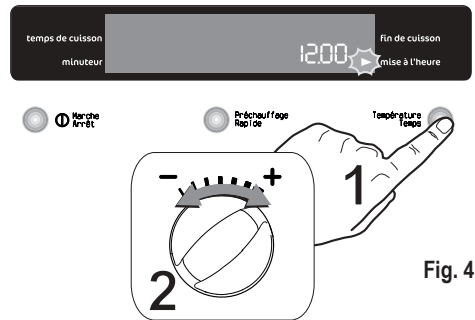

Fig. 4
1. Appuyez sur la touche "Temps" jusqu'à ce que le voyant de "mise à l'heure" ► clignote. Réglez l'heure en tournant la commande TEMPERATURE/TEMPS jusqu'à la position — ou + par intervalles de 1 minute en 1 minute. (Fig. 4).